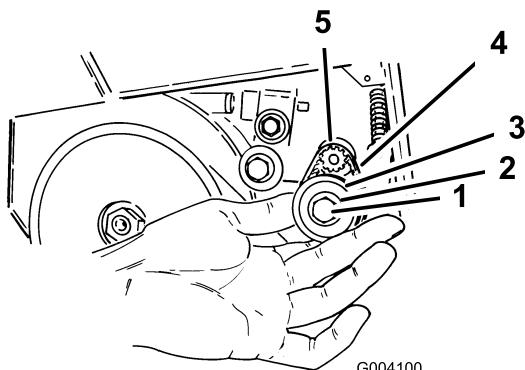

Figura 22
- Togliete le due rondelle e la puleggia piccola (Figura 22).
- Togliete la cinghia piccola e gettatela (Figura 22).
- Infilate la cinghia sopra la puleggia dell'albero motore (Figura 22).
11. Infilate la cinghia grande sulla puleggia piccola (Figura 22). Vedere Sostituzione della cinghia grande.